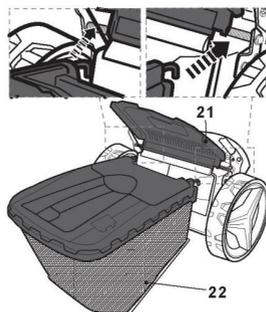

Fig. 6
Ouvrir le déflecteur (21), le maintenir en position et aligner les crochets sur le collecteur d'herbe (22) sur la tige pour y accrocher le collecteur (Fig. 6).